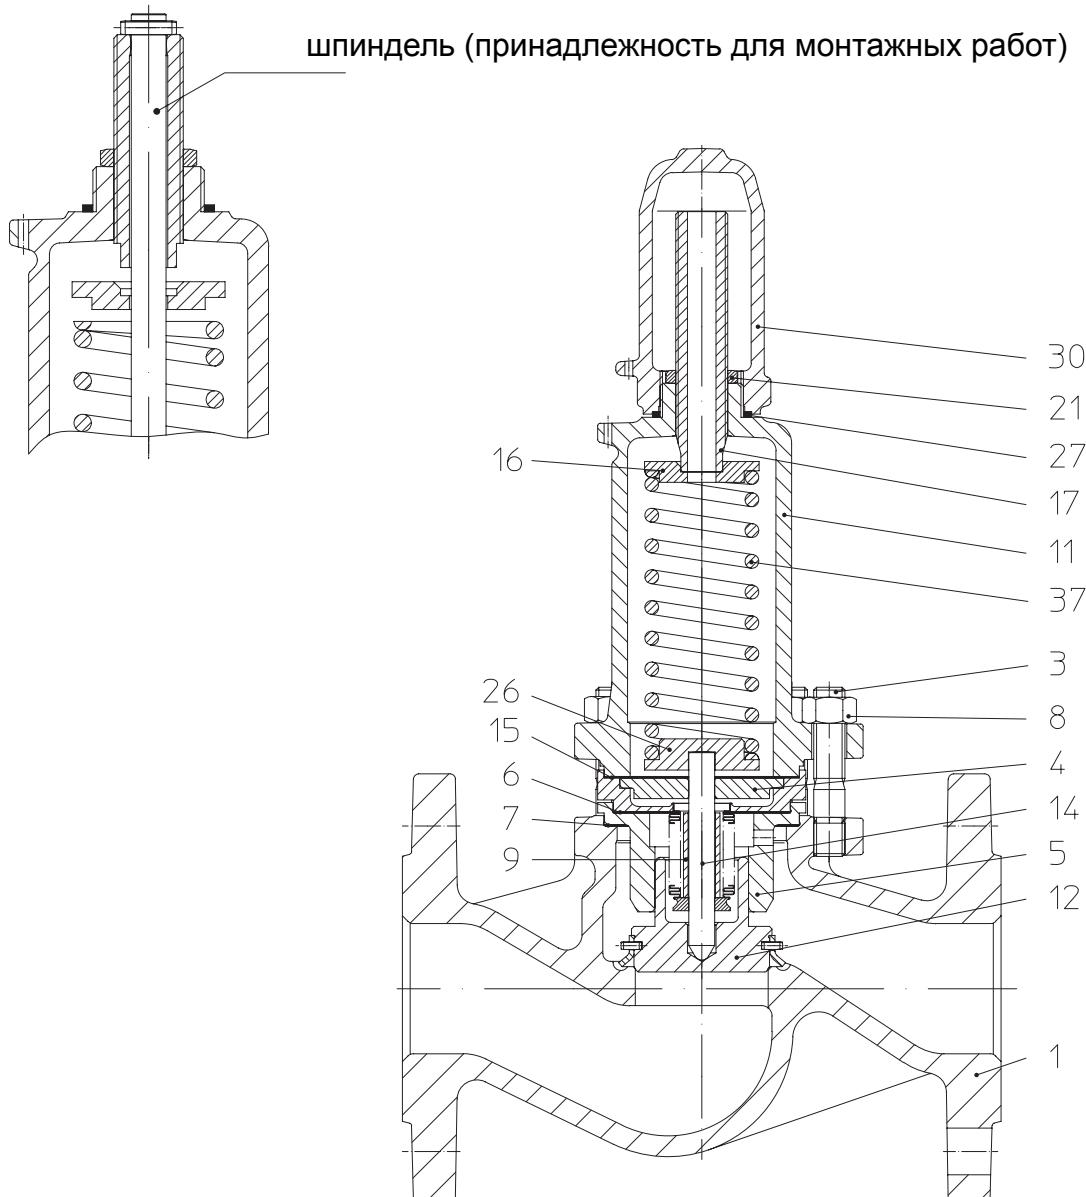

рис. 3
- Смонтируйте корпус (поз. 11); с помощью шпинделя (см. рис. 3) отцентрируйте верхнюю тарелку пружины (поз. 16) и саму пружину (поз. 37) относительно натяжного винта (поз. 17). Настройте давление при протекающей среде, учитывайте диапазон регулировки пружины (см. пункт 6.0 Ввод в эксплуатацию).